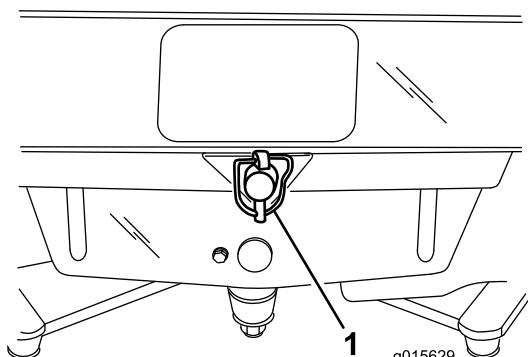

Figura 15
- Prenda a traseira da estrutura ao pino de suporte com o pino de desconectar (Figura 15).